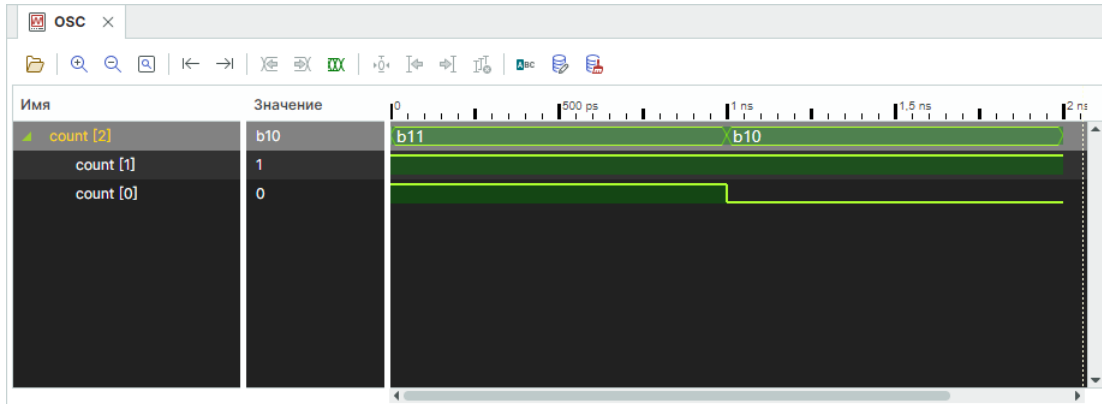

Рис. 41 Отображение процесса обработки данных
4. Отображение процесса обработки данных в окне осциллографа, см. Рис. 41.